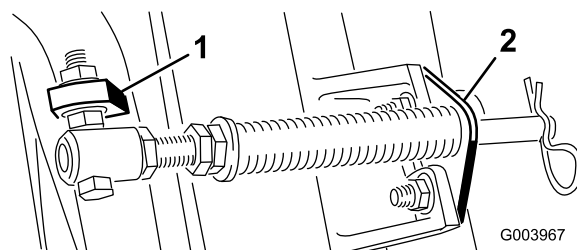

Figure 5
Remarque: Placez la tête du boulon sur le côté extérieur de la patte, comme montré à la Figure 5.
- D. Montez le support de tige sur les pattes du plateau de coupe à l'aide des boulons de carrosserie et des écrous (Figure 5).